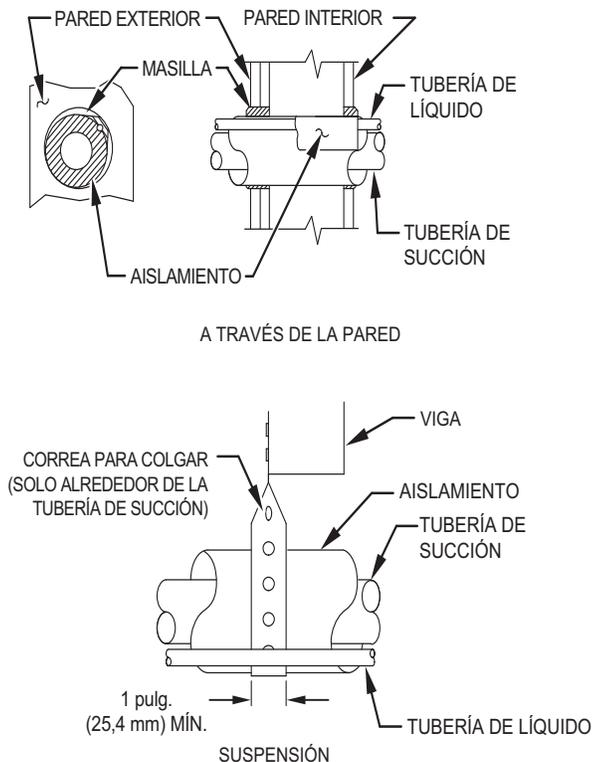

Fig. 1 – Instalación de la tubería de conexión
6. Al tender los tubos de refrigerante a través de la pared, selle la abertura con RTV u otro tipo de masilla de silicona flexible (consulte la Fig. 1).
8. No suspenda las tuberías de refrigerante en vigas ni travesaños con un cable o correa rígidos, en contacto directo con las tuberías (consulte la Fig. 1).
10. Si es necesario, use correas para colgar, que son de 1 pulgada de ancho y se adaptan a la forma del aislamiento de la tubería. (Consulte la Fig. 1).